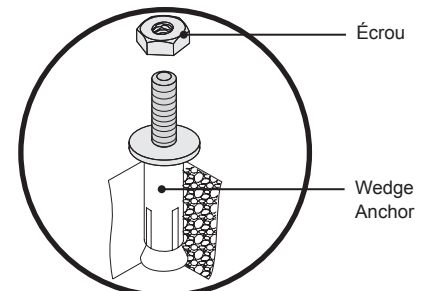

Figure 30. Wedge cheville
- Insérer la cale d'ancrage dans le trou percé. Si nécessaire, utiliser un marteau et taper doucement le coin d'ancrage en place (Figure 30).